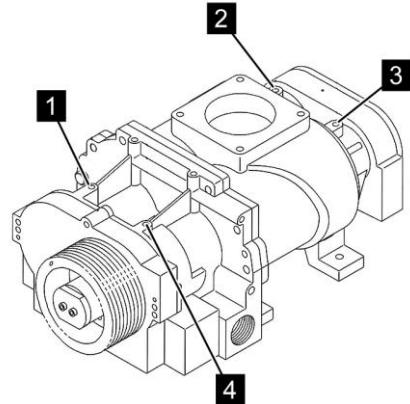

Рис. 73: Точки смазки для типа 31 – 55
4. Тип 31 – 55: смажьте все точки смазки(Рис. 73) при помощи указанного количества консистентной смазки.